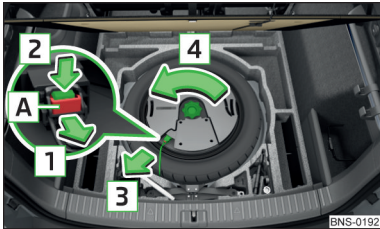

Abb. 345
- › Die Verriegelung **A** am Stecker in Pfeilrichtung **1** ziehen » **Abb. 345**.
- › Die Sicherungsmutter entgegen der Pfeilrichtung **4** bis zum Anschlag einschrauben » **Abb. 345**.